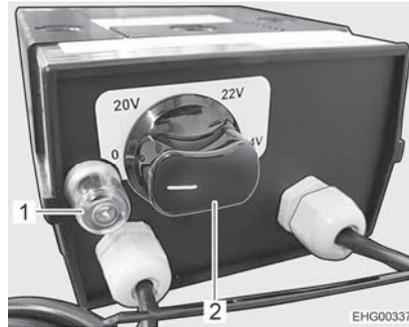

Fig. 129 Regulador para calentamiento eléctrico del piso
- Girar el regulador giratorio (Fig. 129,2) al nivel de calefacción deseado.
- Girar el regulador giratorio (Fig. 129,2) a la posición "0".
Cuando se sobrecarga el regulador, se activa la protección contra sobrecargas. El perno (Fig. 129,1) salta hacia fuera.
- Hundir el perno (Fig. 129,1) en la protección contra sobrecargas cuando se haya enfriado el regulador.